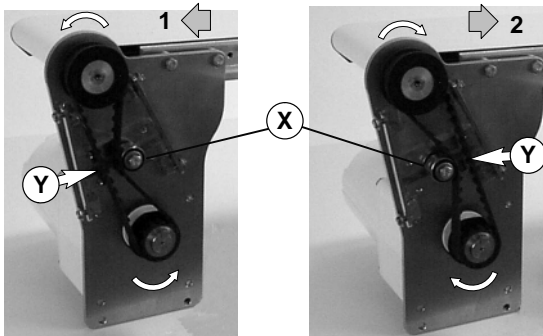

Abbildung 7
7. Je nach Laufrichtung des Fördergurtes (Richtung 1 oder 2) den Zahnriemenspanner wie gezeigt positionieren (X siehe Abbildung 7). Den Zahnriemen spannen, bis eine Durchbiegung von 3 mm bei 0,5 kg Kraftaufwand auf dem Mittelpunkt des Zahnriemens erreicht wird (Y). Die Spannschraube mit 10,4 Nm festziehen.